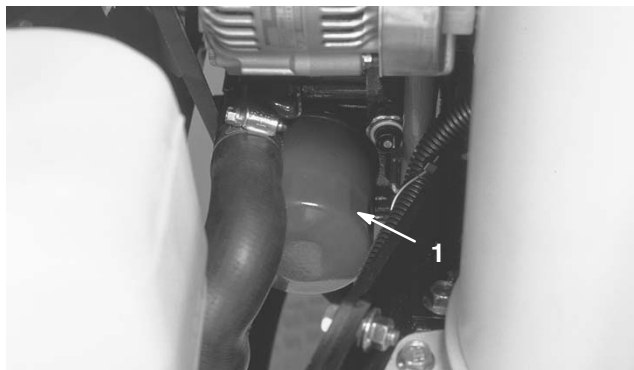

Figure 45
2. Déposez le filtre à huile (Fig. 45). Appliquez une fine couche d'huile propre sur le joint du filtre de rechange avant de le visser en place. **Ne serrez pas excessivement.**